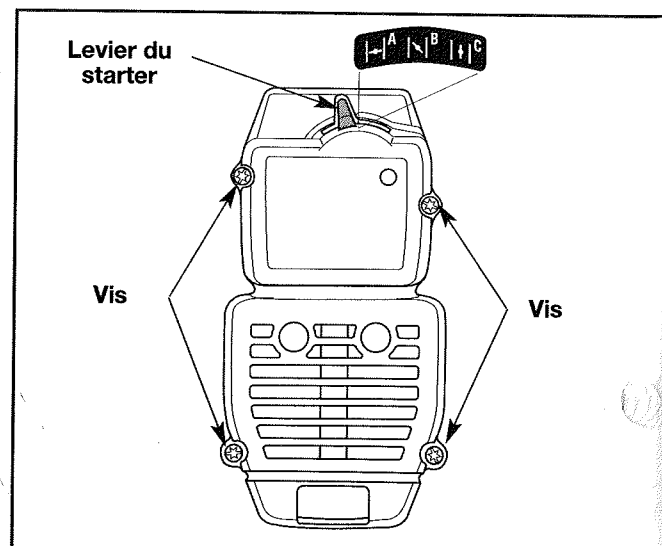

Fig. 23
1. Placez le levier du starter en position intermédiaire (B).
**NOTE** : Le levier du starter doit être en position intermédiaire (B) (Fig. 23) pour que le carter du filtre à air/pot d'échappement puisse être enlevé.
2. Enlevez les quatre (4) vis retenant le carter du filtre à air/pot d'échappement (Fig. 23). Utilisez un tournevis à lame plate ou à embout Torx n°T20.
**NOTE** : Le levier du starter doit être en position intermédiaire (B) (Fig. 23) pour que le carter du filtre à air/pot d'échappement puisse être remis en place.
2. Insérez les quatre (4) vis dans les orifices du carter du filtre à air/pot d'échappement (Fig. 23) et serrez-les. Utilisez un tournevis à lame plate ou à embout Torx n°T20. Ne serrez pas trop. Ne forcez pas.